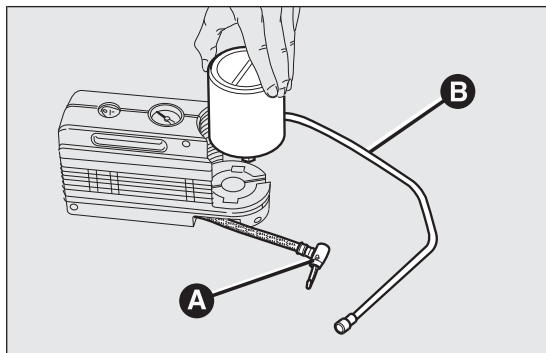

fig. 108
- débrancher le raccord A fig. 108;
- brancher le raccord A à la bombe et introduire le tuyau transparent B fig. 108 dans le compartiment approprié.